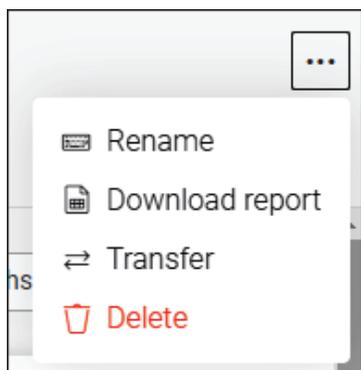

Figure 65. Options de transfert d'appareil
4. Cliquez sur le bouton "..." se trouvant en haut à droite et sélectionnez Transférer (Transfer), voir **Figure 65**.